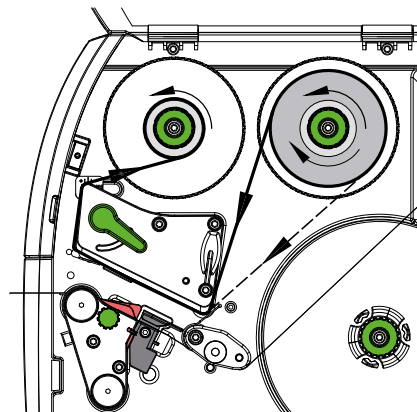

Figura 14 Paso del ribbon
2. Girar la palanca (6) en sentido antihorario para elevar el cabezal.
3. Desplazar el carrete de ribbon (1) sobre el desbobinador (2) de tal forma que el recubrimiento de color del ribbon se oriente hacia abajo al desbobinar.
4. Posicionar el carrete (1) sobre el desbobinador de tal forma que ambos extremos del carrete se sitúen en los mismos valores de la escala.
5. Sujetar el carrete de ribbon (1) y girar el botón giratorio del desbobinador (3) en sentido antihorario hasta que el carrete de ribbon quede fijo.
6. Desplazar un núcleo de ribbon adecuado (4) sobre el rebobinador de ribbon (5) y fijarlo de la misma forma.
7. Guiar el ribbon a través del módulo de impresión tal y como se muestra en la figura 14.
8. Fijar el inicio del ribbon al núcleo de ribbon (4) usando cinta adhesiva. Durante este proceso, tener en cuenta el sentido de giro del rebobinador de ribbon en sentido antihorario.
9. Girar el rebobinador de ribbon (5) en sentido antihorario para alisar el paso del ribbon.
10. Girar la palanca (6) en sentido horario para bloquear el cabezal.